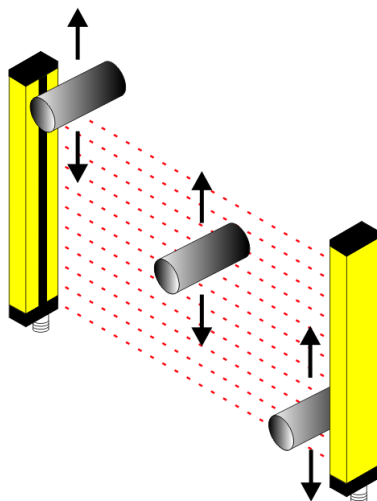

Figura 39
- Verifique que, em cada fase do teste de movimentação do objeto, o LED vermelho no receptor permanece sempre ligado e o LED verde permanece sempre desligado (veja figura 39).